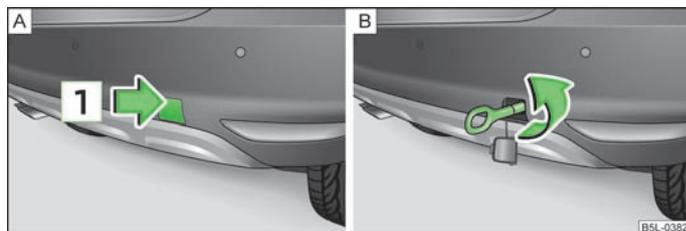

Fig. 166 Pare-chocs arrière : Démontage du capuchon/montage de l'oeillet de remorquage
- > Appuyez sur la moitié supérieure du cache dans le sens de la flèche  » fig. 166.
- > Retirez le capuchon du pare-chocs arrière » fig. 166 - .
- > Vissez l'oeillet de remorquage vers la gauche jusqu'à ce qu'en butée » fig. 166 -  et serrez celui-ci aussi fermement que possible. Pour le serrage, nous recommandons d'utiliser par ex. la clé démonte-roue, l'oeillet de remorquage d'un autre véhicule ou un objet analogue pouvant passer au travers de l'oeillet.